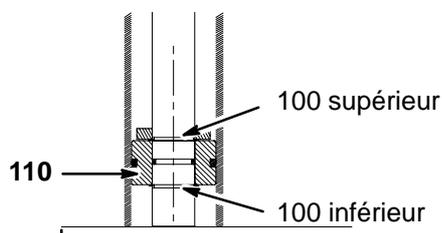

Fig. 6
7. Entretien du piston à tige de levage (Fig. 6):